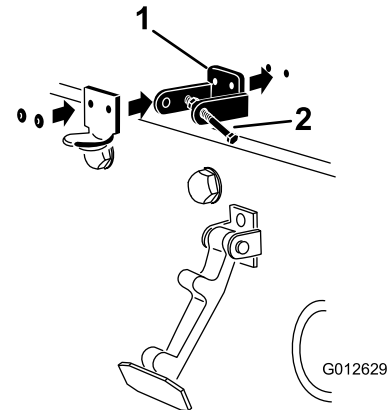

Figura 14
Nota: El cierre de seguridad debe estar en contacto directo con el capó (Figura 14). No retire el perno y la tuerca del brazo del seguro de cierre.
5. Remache el seguro de cierre, el cerradero y las arandelas al capó (Figura 14).